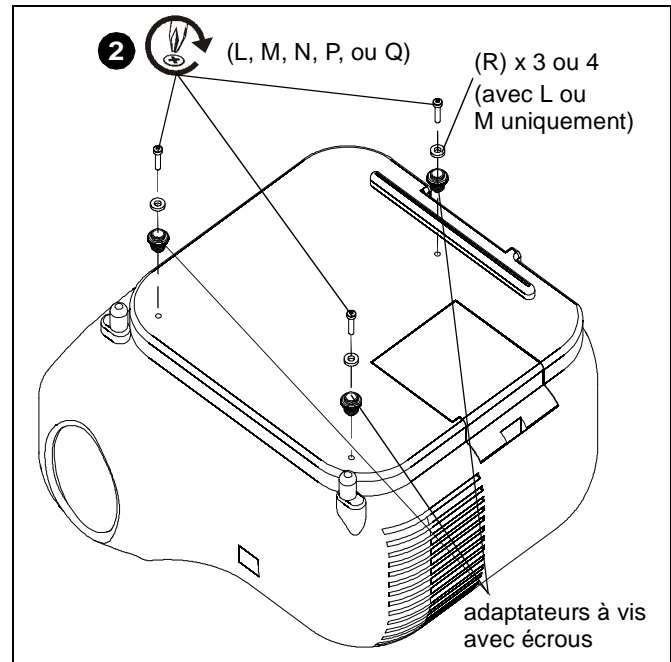

Figure 2
2. Insérez les vis dans les rondelles plates M4 (R), les adaptateurs à vis avec les écrous de réglage de la hauteur et dans les trous du projecteur. (Voir la Figure 2)
**REMARQUE** : Utilisez uniquement des rondelles (R) si vous utilisez des vis L ou M pour fixer les adaptateurs à vis au projecteur.